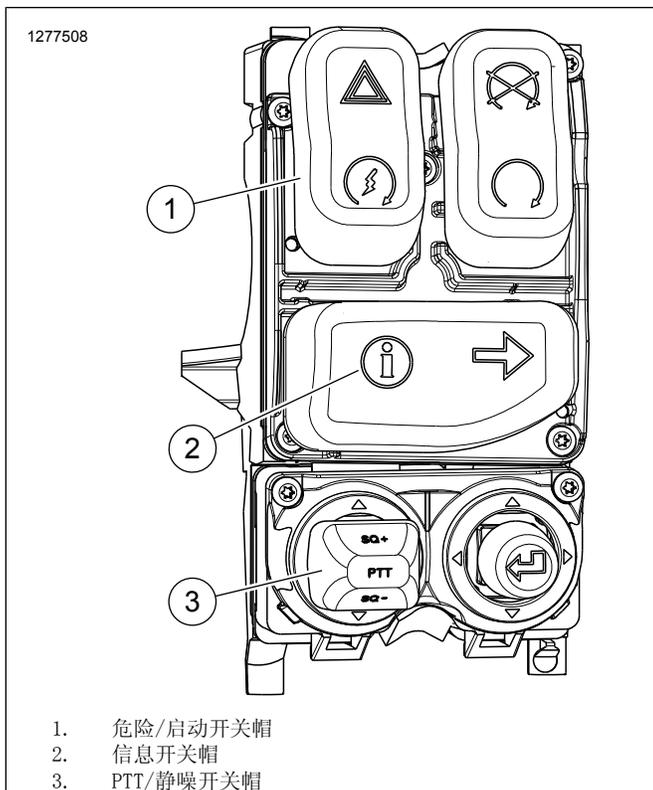

图6。2014年款及更新款右手控制件(71500130C)
1. 参见图6。使用零件编号71500130C更换右手控制件模块。参见维修手册。
- b. 参见图6。将新控制模块中的信息帽(2)卸下。
- b. 参见图6。将新控制模块中的信息帽(2)和危险/启动帽(1)卸下。